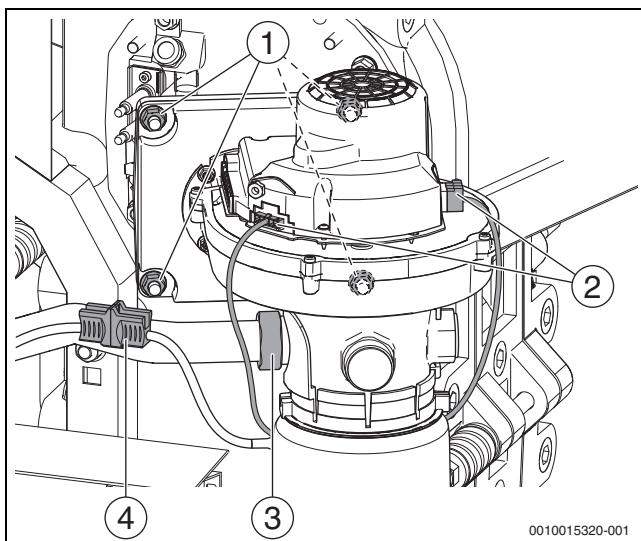
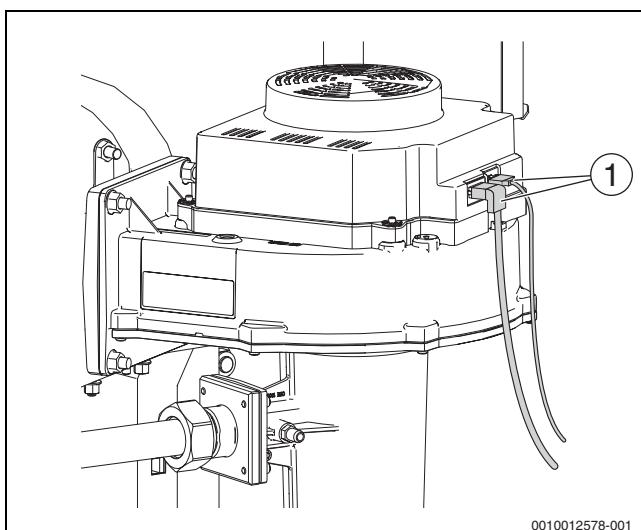

Рис. 60 Электрические подключения, демонтаж вентилятора (котлы 75-100 кВт)
Рис. 61 Электрические подключения вентилятора (котлы 150-300 кВт)
- ▶ Отсоедините электрические подключения на вентиляторе (→ рис. 60 и рис. 61).
- ▶ Разъедините штекерное соединение (→ рис. 60)
- ▶ Отверните накидную гайку на трубе Вентури (→ рис. 60, [3]).